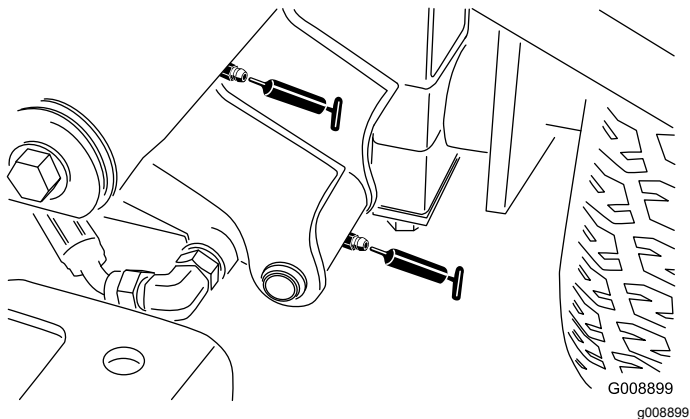

Bild 38
- 2 linke vordere Hubarm-Drehbüchsen und Hubzylinder (Bild 38)